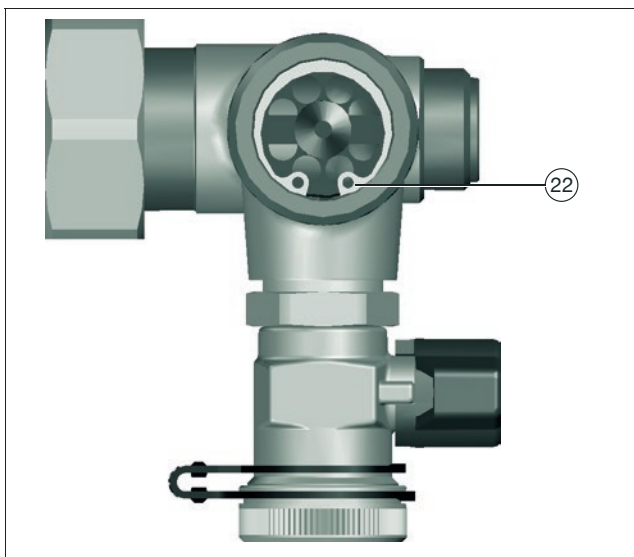

Abb. 32: Sicherungsring
1. Lösen Sie den Sicherungsring (siehe Position (22) in Abb. 32) mit einer geeigneten Sicherungsringzange.
2. Setzen Sie den Sicherungsring ein (siehe Position 22 in Abb. 32 auf Seite 40).